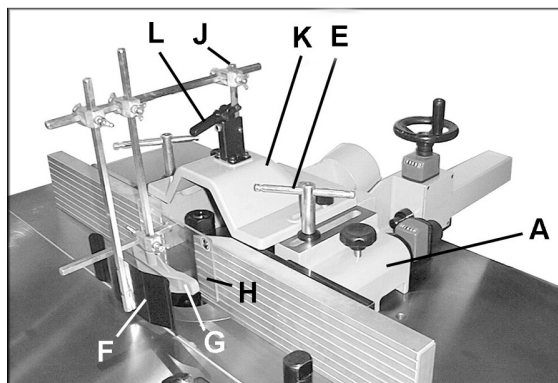

Рисунок 7
1. Разместите корпус упора (А, рис. 7) на столе. Установите две фиксирующие ручки (Е, рис. 7) с шайбами, и прикрепите упор к столу при помощи одного из двух комплектов отверстий на столе.
4. Установите крышку (К, рис. 7) при помощи двух фиксирующих ручек и плоских шайб.
Защитный блок можно установить различными способами, в зависимости от типа работ, которые требуется произвести. Рис. 7 показывает один из способов.
1. Установите пружинную защиту (F, рис. 7), держатель (G, рис. 7) и прозрачную пластиковую защиту (H, рис. 7) на установочный стержень (J, рис. 7), расположенный наверху крышки упора (K, рис. 7), используя стержень и фиксаторы. На защелку установочного стержня (L, рис. 7) можно надавить, чтобы лучше закрепить защиту на месте.
2. Пружинную защиту (F, рис. 7), держатель (G, рис. 7) и прозрачную пластиковую защиту (H, рис. 7) можно отводить в сторону, когда они не используются или когда проводится настройка. Просто потяните защелку (L, рис. 7) и отодвиньте весь узел назад.